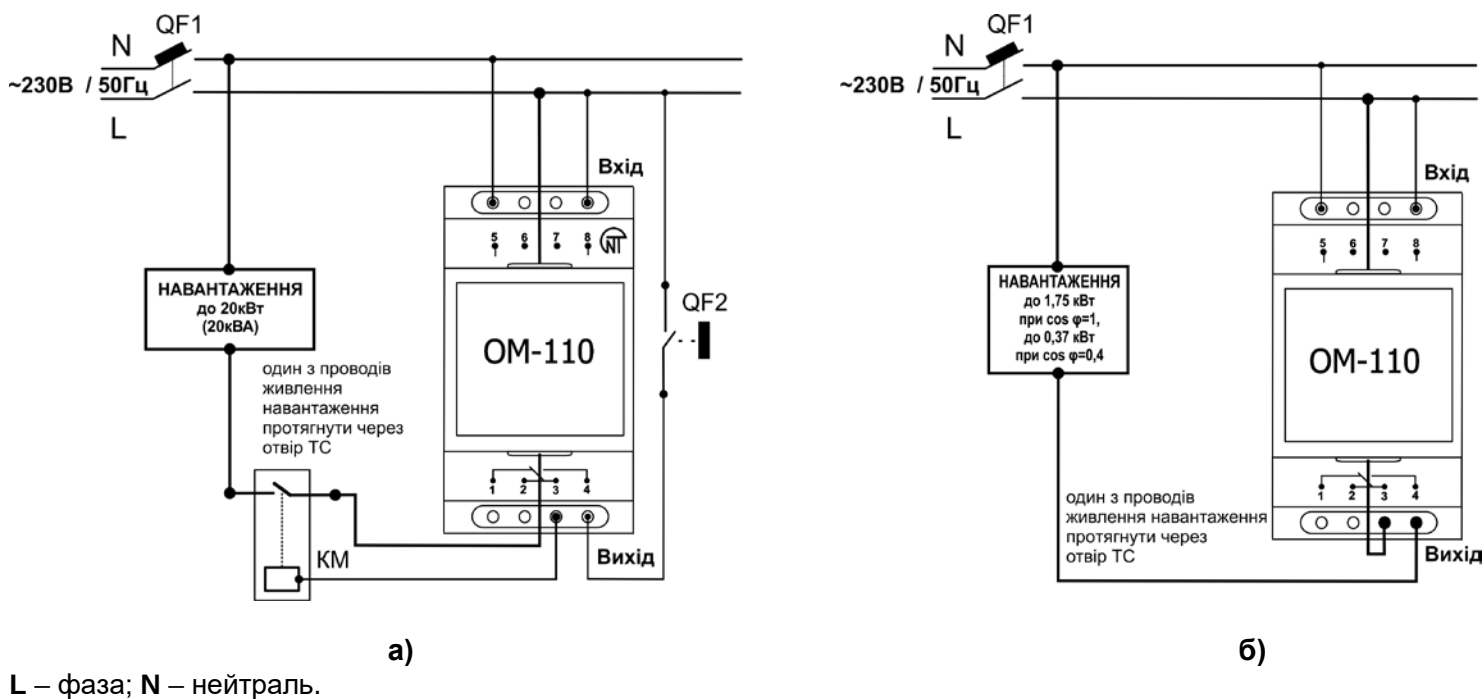
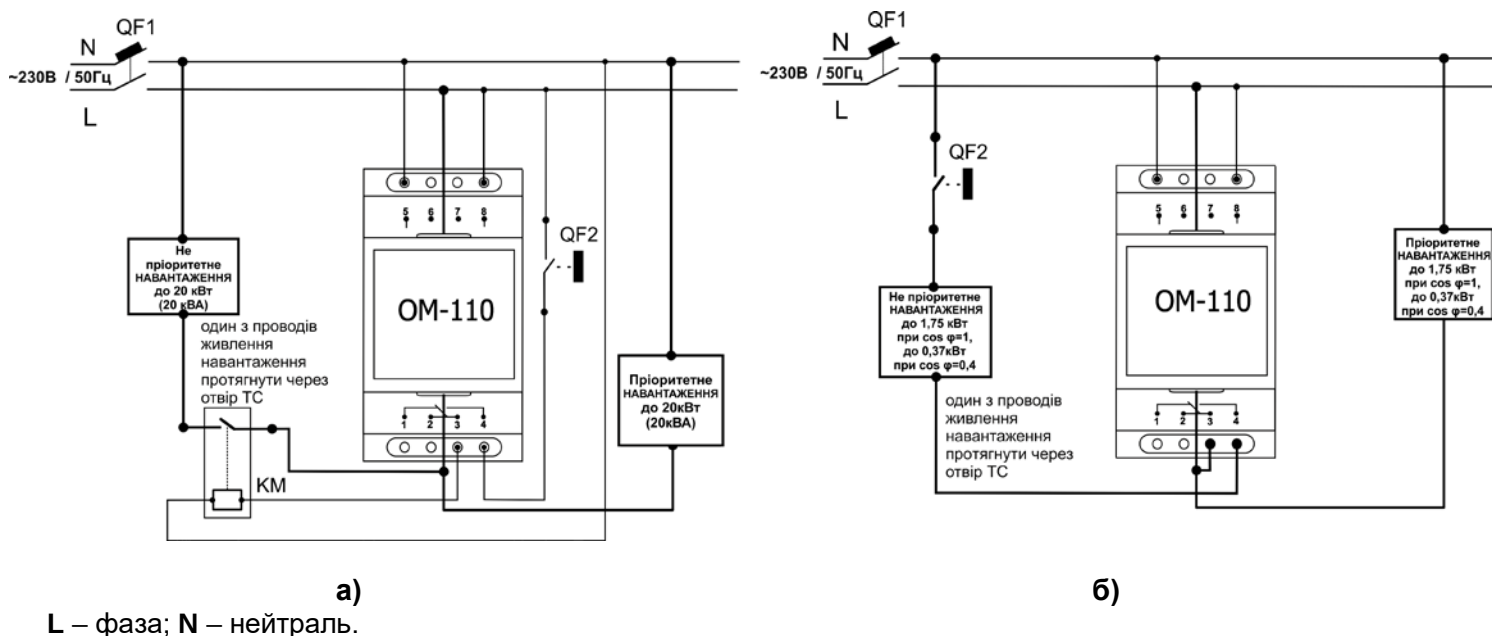

Рисунок 2 – Схема підключення ОМ-110
Рисунок 3 – Схема підключення ОМ-110 як реле вибору пріоритетного навантаження
3.1.3 Підключити виріб відповідно до схеми, що наведена на рисунку 2 (рисунок 2а або 2б в залежності від величини навантаження). У випадку, якщо виріб використовується як реле вибору пріоритетного навантаження, підключити виріб відповідно до схеми, що наведена на рисунку 3 (рисунок 3а або 3б в залежності від величини навантаження).